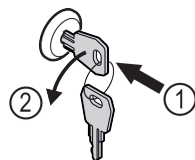

Fig. 179
- ▶ Пъхнете ключа. Fig. 179 (1)
- ▶ Завъртете го на 90° обратно на часовниковата стрелка. Fig. 179 (2)